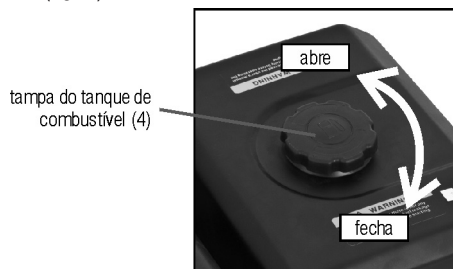

Fig. 5 – Tampa do tanque
- 2 – Abra a tampa do tanque de combustível (fig. 5);
- 6 – Feche a tampa do tanque (fig. 5).